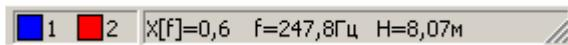

Рис. 28.
В строке состояния (рис. 28) выводятся цвета, присвоенные каждому каналу, и текущее положение курсора. Если курсор находится в области «Сигнал», то выводится амплитуда X и временное положение t (мс) или п. При перемещении курсора по графику «Спектр» выводится амплитуда X , длина H (м), вычисленная по формуле (1) при заданной скорости V (м/с), частота f (Гц).